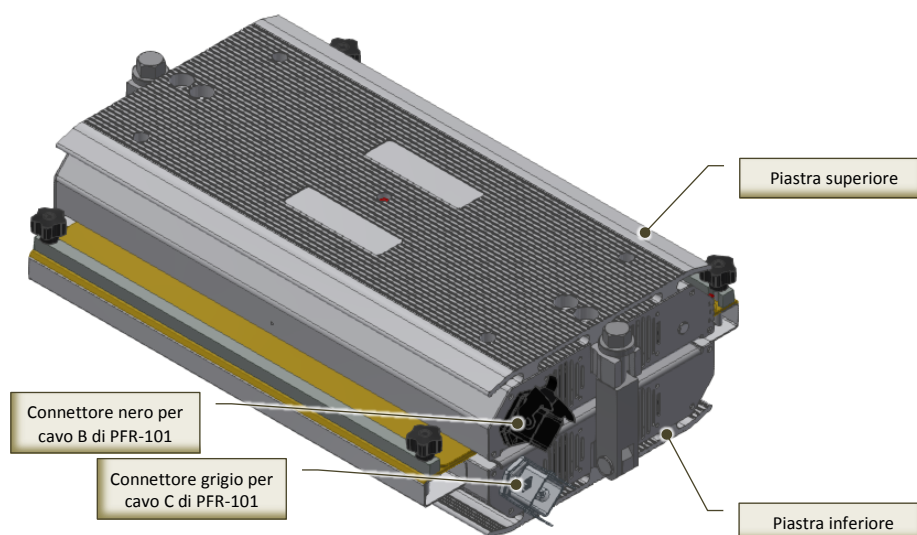

Fig. 6-5 - Connettori della pressa
- Il cavo "B" dell'Unità di controllo PFR-101 deve essere collegato al connettore nero della **piastra superiore** della pressa (Fig. 6-5);
- Il cavo "C" dell'Unità di controllo PFR-101 deve essere collegato al connettore grigio della **piastra inferiore** della pressa (Fig. 6-5).
ATTENZIONE! Prima di dare alimentazione alla macchina, assicurarsi che i cavi di collegamento Pressa-Unità di controllo siano connessi correttamente e corrispondano all'assegnazione piastra superiore ed inferiore (Fig. 6-5).